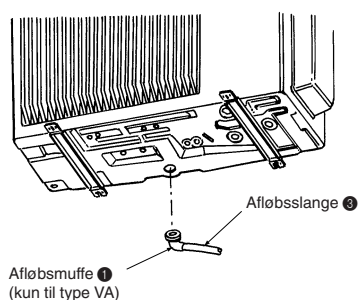

Fig. 4-1
4. Afløbsrør til udendørsenhed (Fig. 4-1)